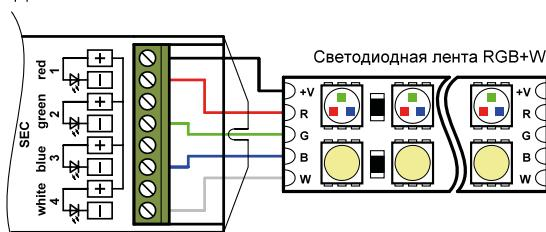
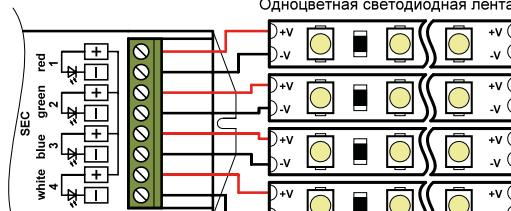

Рис.2. Подключение светоизододной ленты RGBW
Рис.5. Подключение одноцветной светоизододной ленты
- Согласно используемой схеме (Рис.2. - Рис.5.), подключите светоизододную ленту или другой совместимый светоизододный источник света к выходу SEC контроллера. Соблюдайте полярность и порядок подключения проводов к клеммам.